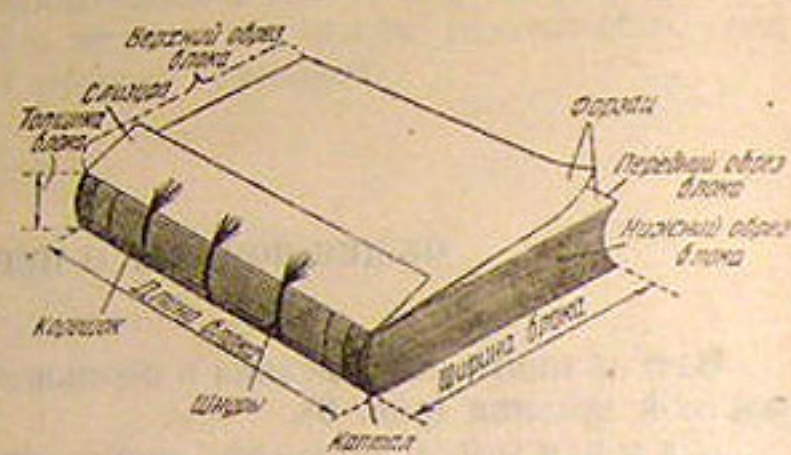

Рис. 7. Детали блока
**Книжный блок**—это скомплектованные, сшитые и обранные с трех сторон тетради книги, не одетые еще в переплетную крышку (рис. 7). Отдельные части книжного блока имеют укрепившиеся за ними названия. Если блок положить прямо перед собой так, чтобы текст в нем можно было читать слева направо, то плоскость левой боковой грани блока, которая образуется из сгибов тетрадей, называется **корешком** книжного блока; плоскость противоположной грани—**передним обрезом** книжного блока; плоскость верхней грани—**верхним обрезом** блока, или «**головкой**»; плоскость нижней грани—**нижним обрезом** блока, или «**хвостиком**». Эти же названия сохраняются для соответствующих сторон каждой отдельной тетради, а также и для переплетенной книги.